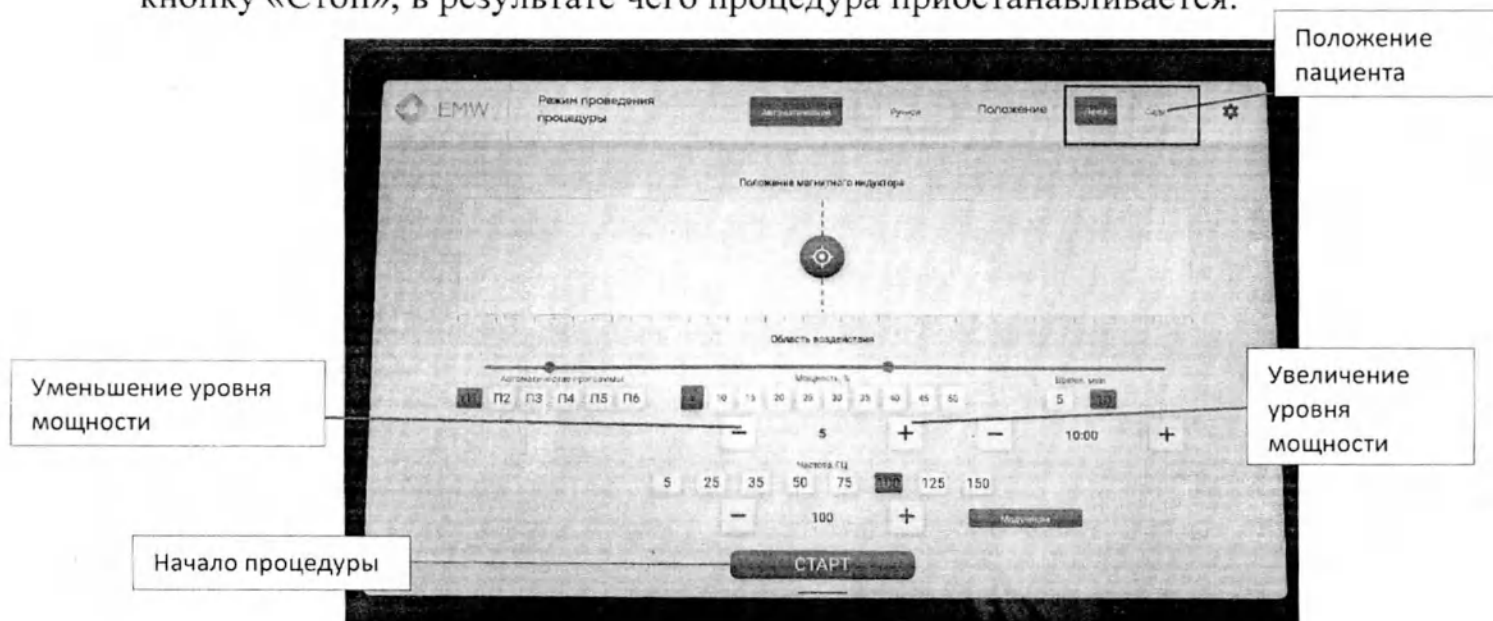

Рисунок 7 Установка уровня мощности
9.2.6 Для того, чтобы подготовить пациента к процедуре, производится короткое включение устройства, чтобы продемонстрировать пациенту, что он будет ощущать во время процедуры. Для этого оператор нажимает на планшете кнопку «Сидя», кнопку «5» под надписью «Мощность,%», кнопку «50» под надписью «Частота, Гц», затем кнопку «Старт», в результате чего начинается процедура в ручном режиме, индуктор находится в статичном положении, на планшете отображается обратный отсчет времени проведения процедуры. Оператор при помощи кнопки «+» увеличивает мощность и спрашивает пациента об ощущениях. (Рисунок 7) Данная подготовка к процедуре длится около 30 секунд. Убедившись в отсутствии дискомфортных ощущений, оператор нажимает на кнопку «Стоп», в результате чего процедура приостанавливается.